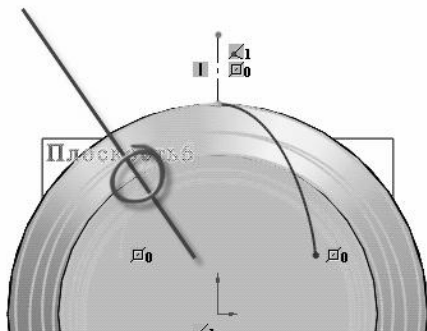

Рисунок 4.12
21. На панелі інструментів «Эскиз» оберіть **Отсечь объекты** (відповідно до рис. 4.12), в PropertyManager у вікні **Параметры** переконайтесь, що виставлена функція автообрізання → ОК → вихід з ескизу.